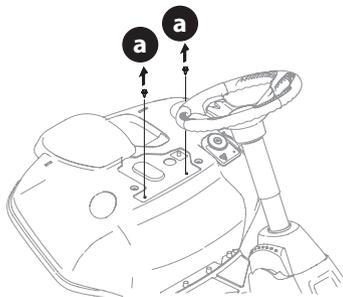

Figura 5
- Extraiga los dos pernos autorroscantes (a) instalados en fábrica en el montable (Figura 5).